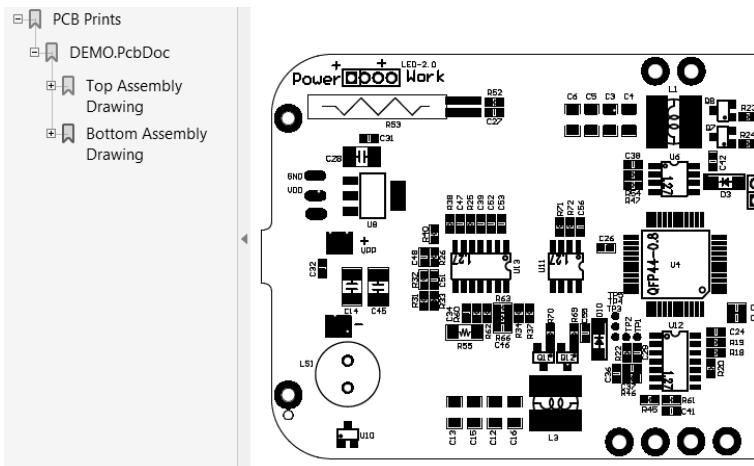

图 11-33 Demo 案例装配图的 PDF 文件输出效果图
- (6) 对于 Demo 案例装配图，其 PDF 文件输出效果图如图 11-33 所示。